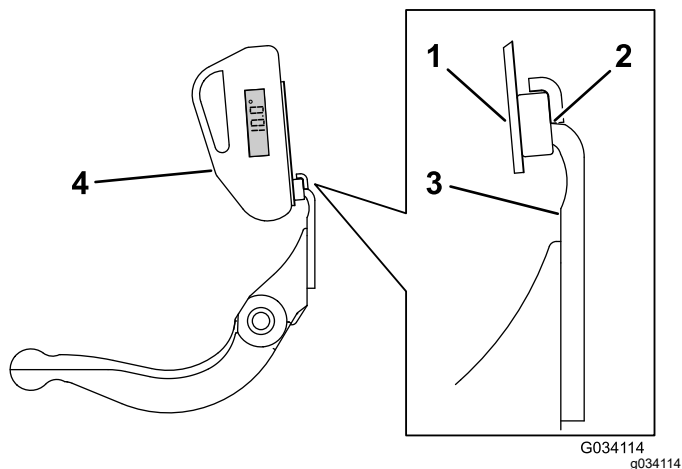

**Figura 26**
1. Posizionate il goniometro sul lato inferiore della controlama, come illustrato nella Figura 26.